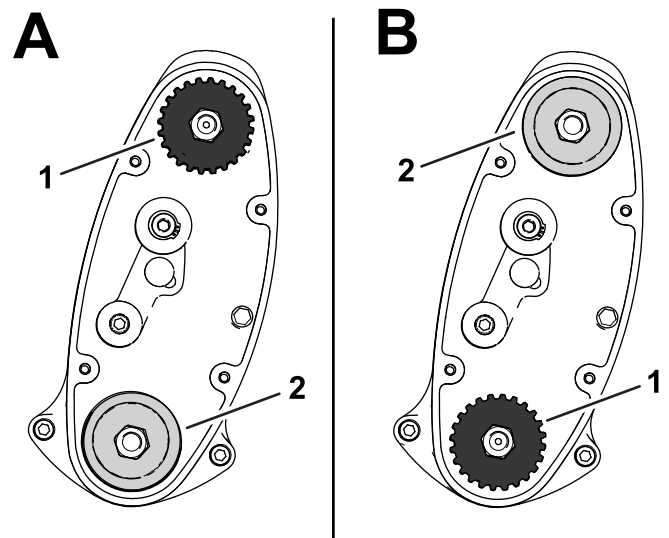

Рисунок 16
- **Верхнє** положення: «А» на Рисунок 16
- **Нижнє** положення: «В» на Рисунок 16